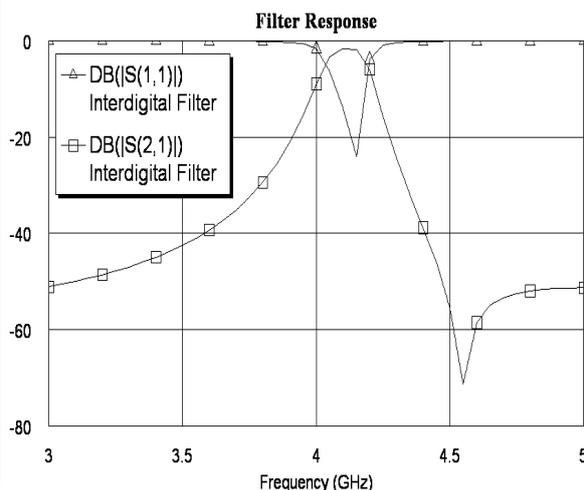

Рис. 5.37
- Сделайте активным окно графика и щёлкните мышкой по значку Analyze на панели инструментов. Рассчитанный график показан на рис. 5.37.